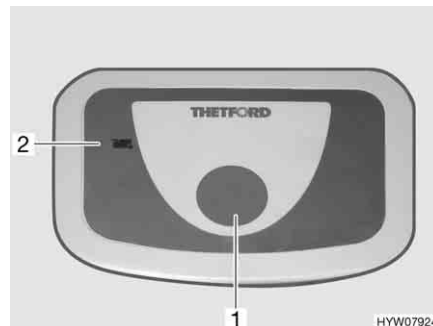

Fig. 87 Pulsante dello sciacquone/spia di controllo toilette Thetford
- Per sciacquare premere il pulsante blu (Fig. 87,1).
La spia di controllo (Fig. 87,2) si accende quando il serbatoio fecale deve essere svuotato.